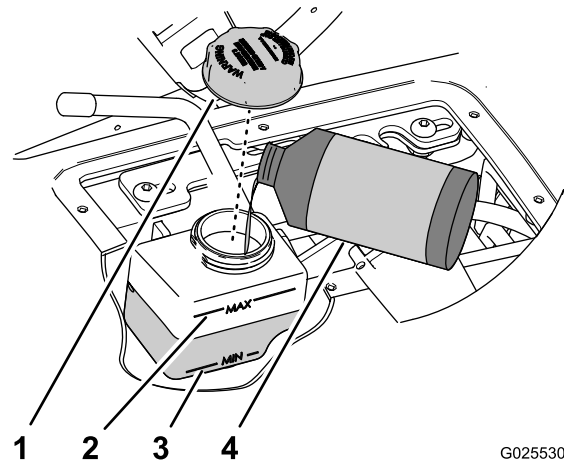

Figura 71
4. Compruebe el nivel de fluido del depósito del cilindro de control de la velocidad (Figura 71).
- A. Limpie la zona alrededor del tapón del depósito (Figura 71).
- B. Retire el tapón del depósito (Figura 71).
- C. Añada fluido del tipo especificado hasta que el nivel llegue a un punto intermedio entre las marcas Min y Max del lado del depósito (Figura 71).
- D. Instale el tapón y apriétalo a mano (Figura 71).